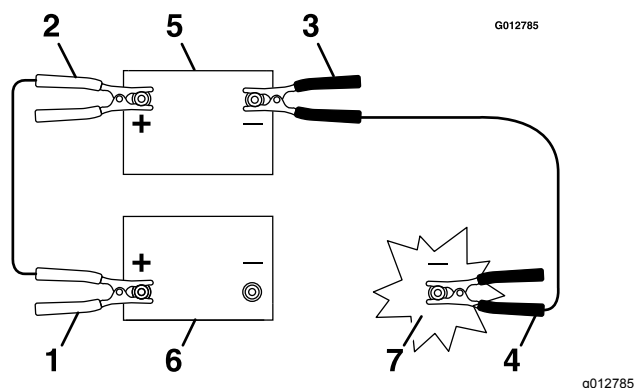

図 49
3. 図 49のように、救援される車両のバッテリースタータまたはスタータソレノイドに接続されているプラス+端子に、プラス+ケーブルを接続する。